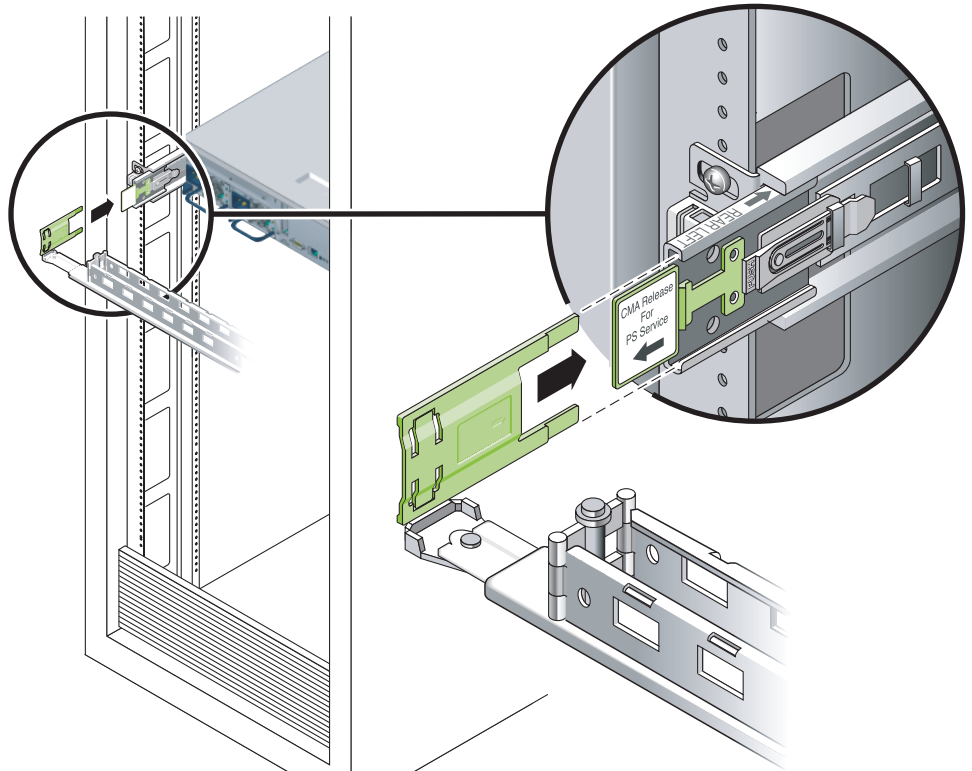

ABBILDUNG 2-11 Anbringen der linken Schienenseite
4. Setzen Sie die klappbare Kunststoffverbindung an der linken Seite der Kabelführung ganz in die Schienenverlängerung der Kabelführung ein (ABBILDUNG 2-11).